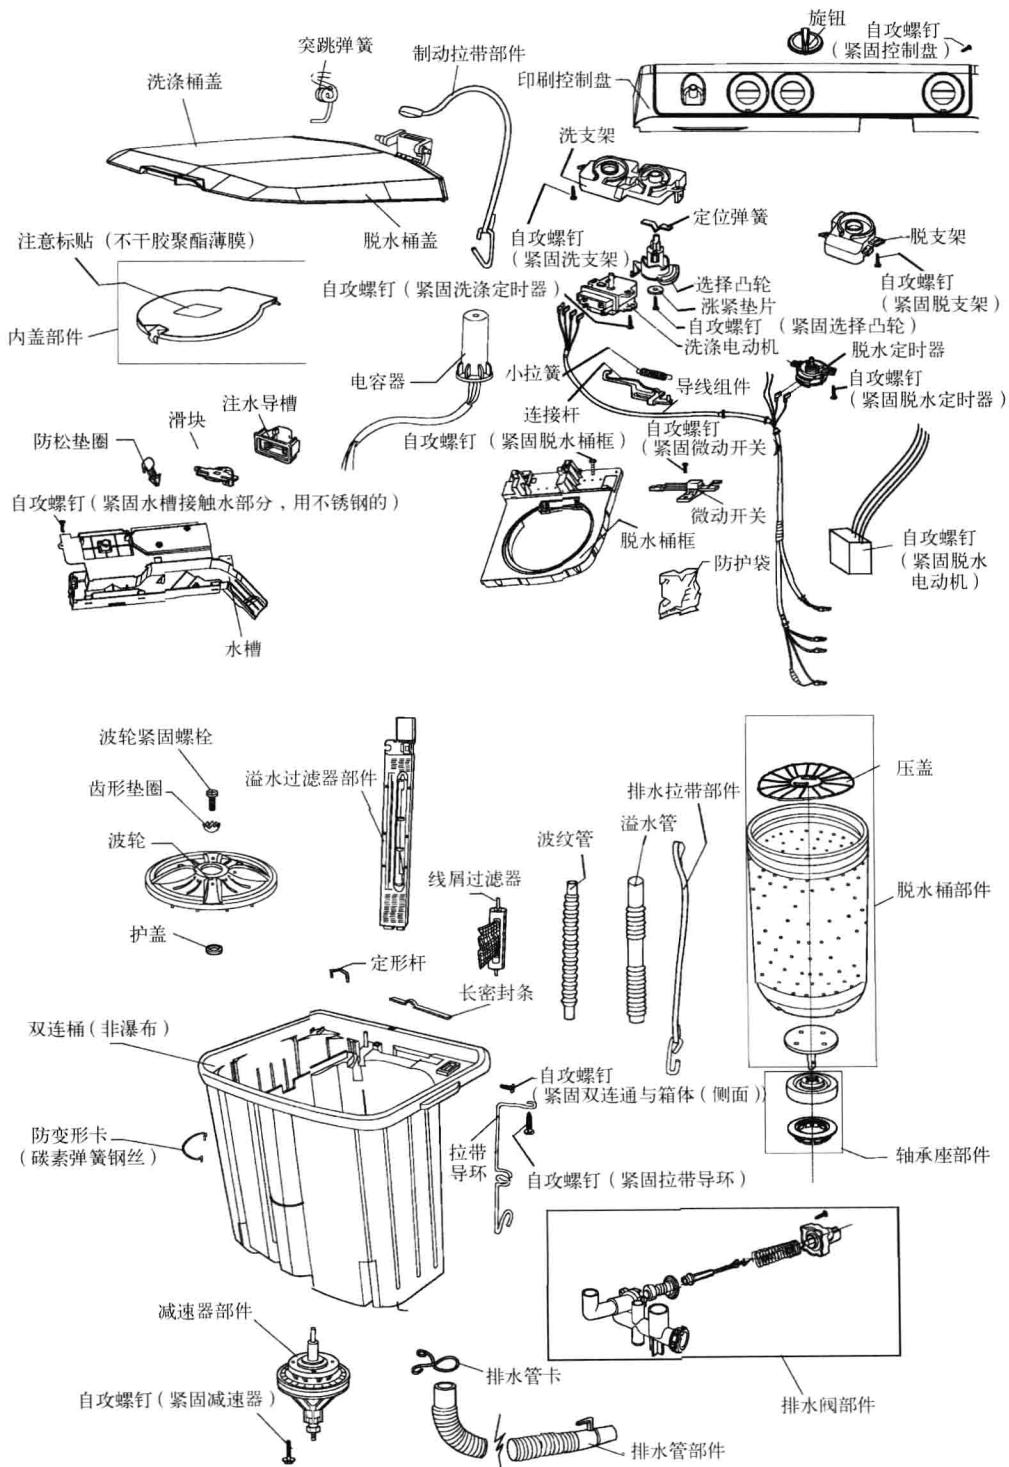

图 1-9 零部件总图 1
(11) 双桶洗衣机分解零部件总图 1 如图 1-9 所示，总图 2 如图 1-10 所示。